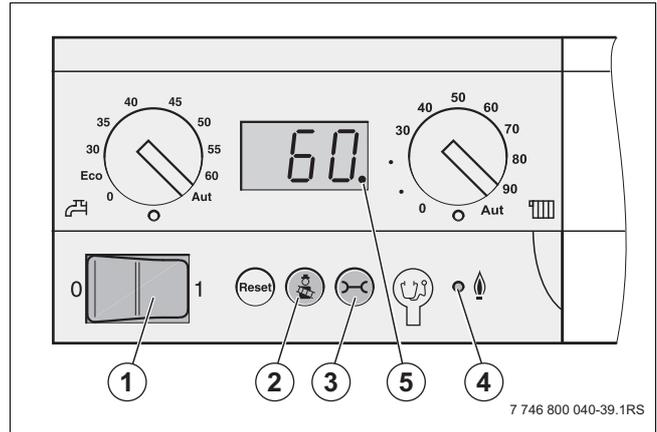

Bild 64 Bedienfeld der Bedieneinheit
- Der Dezimalpunkt rechts unten im Display ( $\rightarrow$  Bild 64, [5]) erlischt.